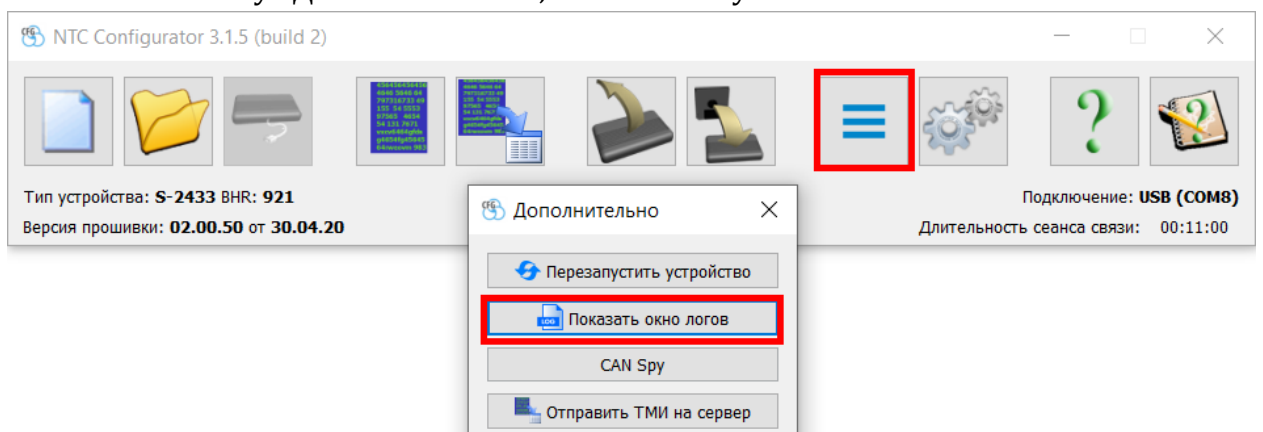

Рисунок 7
*Вариант №2.* В главном окне конфигуратора NTC Configurator 3.X (рисунок 7) нажимаем кнопку «Дополнительно», затем кнопку «Показать окно логов».